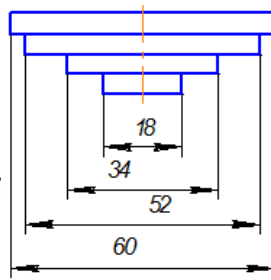

Рис.1.6
8. При большом количестве параллельных или концентрических размерных линий числа смещают относительно середины в шахматном порядке (рис. 1.6)